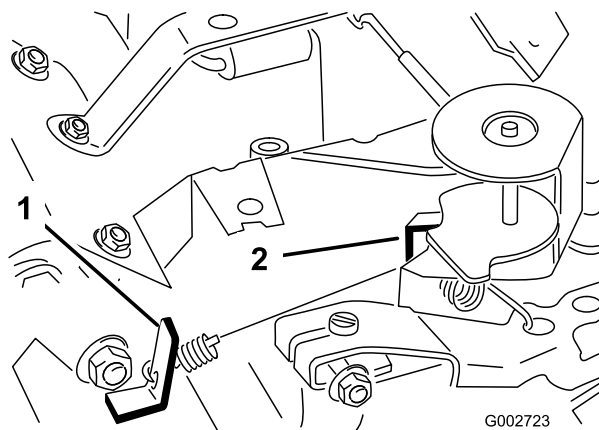

Figura 40
- Dobre o batente da mola de velocidade intermédia (Figura 40) até obter uma velocidade de 1.675 ± 1.175 rpm.
6. Dobre o batente da mola de velocidade elevada (Figura 40) até obter uma velocidade de 3.350 ± 3.450 rpm.